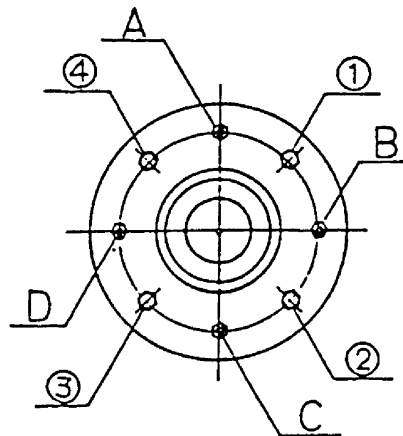

図 9-6
### 9.3.6 ドラムの芯出し調整 (図 9-6)
- ・ 主軸ベアリングケースを止めている取付けボルト及びナット 4 箇所(A～D)と、調整ボルト及びナット 4 箇所(①～④)で調整します。(図 9-6)
- ・ 例えば、ドラムの口金を機械正面より見て右に寄せたい場合、③、④と A,C,D のナットを少し緩め、③、④のボルトをドラムの口金を見ながら締め込みます。
- ・ 調整が終わったら、③、④と A,C,D のナットを締め込みます。
後方へ抜いてください。(図 9-6)